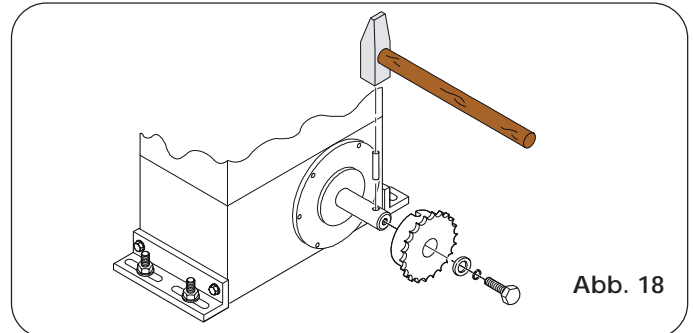

Abb. 18
- den Federstift mit Hilfe eines Hammers in die Welle einführen (Abb. 18).
- Das Kettenritzel an der Welle anbringen und dabei darauf achten, dass die Aufnahmen des Ritzels auf dem Federstift übereinstimmen. Die Schraube mit den entsprechenden Unterlegscheiben festziehen (Abb. 18).